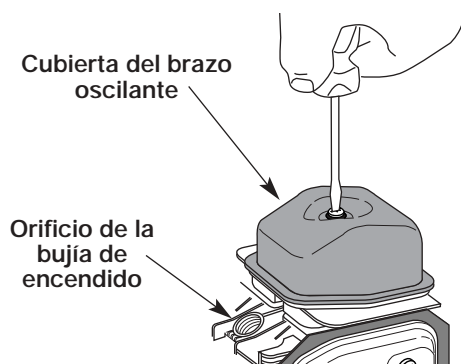

Fig. 65
7. Limpie la suciedad de alrededor de la cubierta del brazo oscilante. Saque el tornillo que sostiene la cubierta del brazo oscilante con un destornillador grande de vástago plano o con una broca Torx T-25 (Fig. 65). Saque la cubierta y la junta del brazo oscilante.
- El pistón se encuentre en la parte superior de su recorrido mientras mira dentro del orificio de la bujía de encendido (Fig. 65).